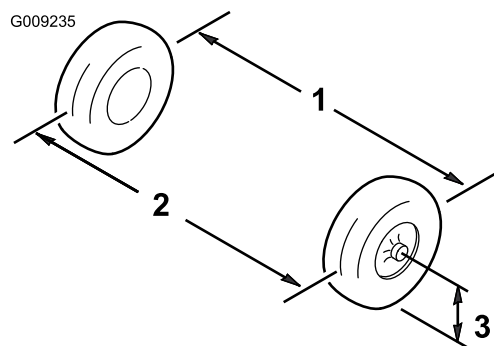

図 46
1. 前輪の前と後ろで、左右のタイヤの中央線間距離を測る計測はアクスルの高さで行う 図 46。